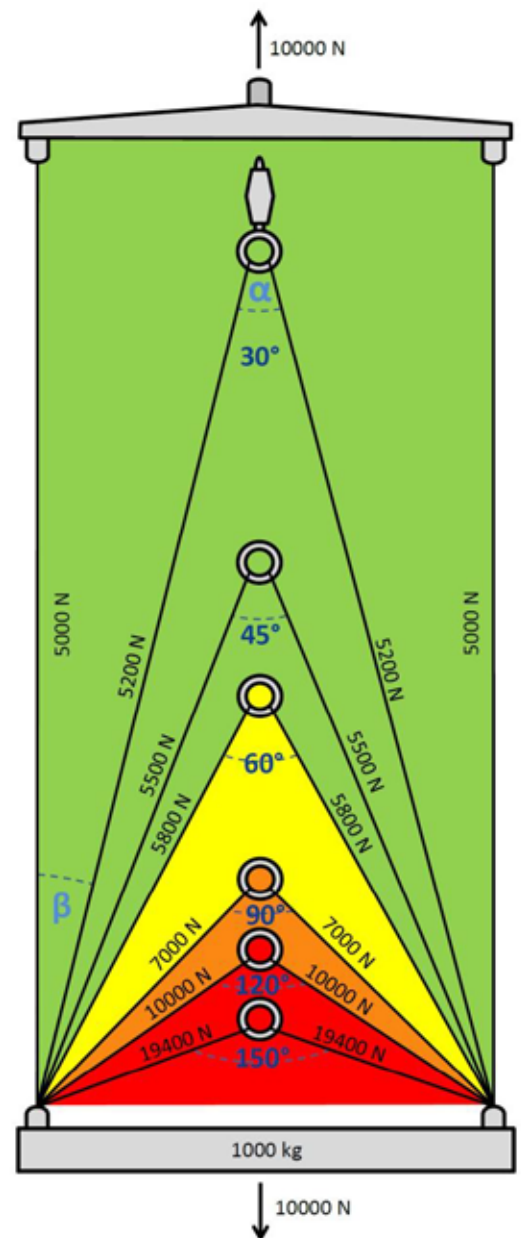

Figure 1. Force théorique appliquée à chaque brin lorsque l'angle α augmente (D'après l'Institut de Prévention de la Construction, fiche Toolbox, Eq-003 V01).
Le schéma ci-dessous (fig.1) illustre le levage d'une charge de 1 tonne suspendue par 2 brins. Pour les différents angles, l'effort dans chaque brin est noté en Newton (1 daN = 10 N = 1kg environ). On peut remarquer que lorsque l'angle augmente, la force appliquée sur chaque brin augmente, jusqu'à devenir supérieure à celle de la charge elle-même.
- H est l'effort horizontal. Il varie en fonction de l'angle β du Y (voir figure 1). Comme le montre le triangle des forces, plus cet angle augmente, plus H est grand. H est la force d'arrachement ;